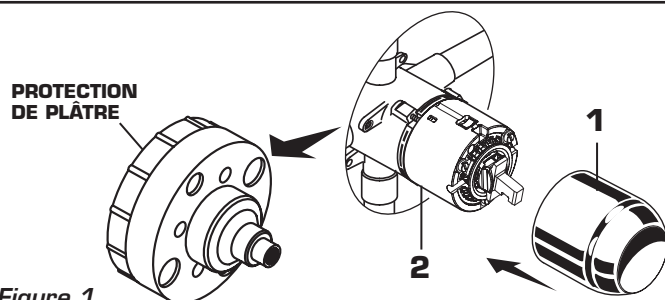

Figure 1.
- **Figure 1.** Enlever les protections de plâtre de la vanne. Pousser l'ADAPTATEUR (1) sur la CARTOUCHE DE VANNE (2) jusqu'à ce que l'ensemble soit bien appuyé contre la butée.